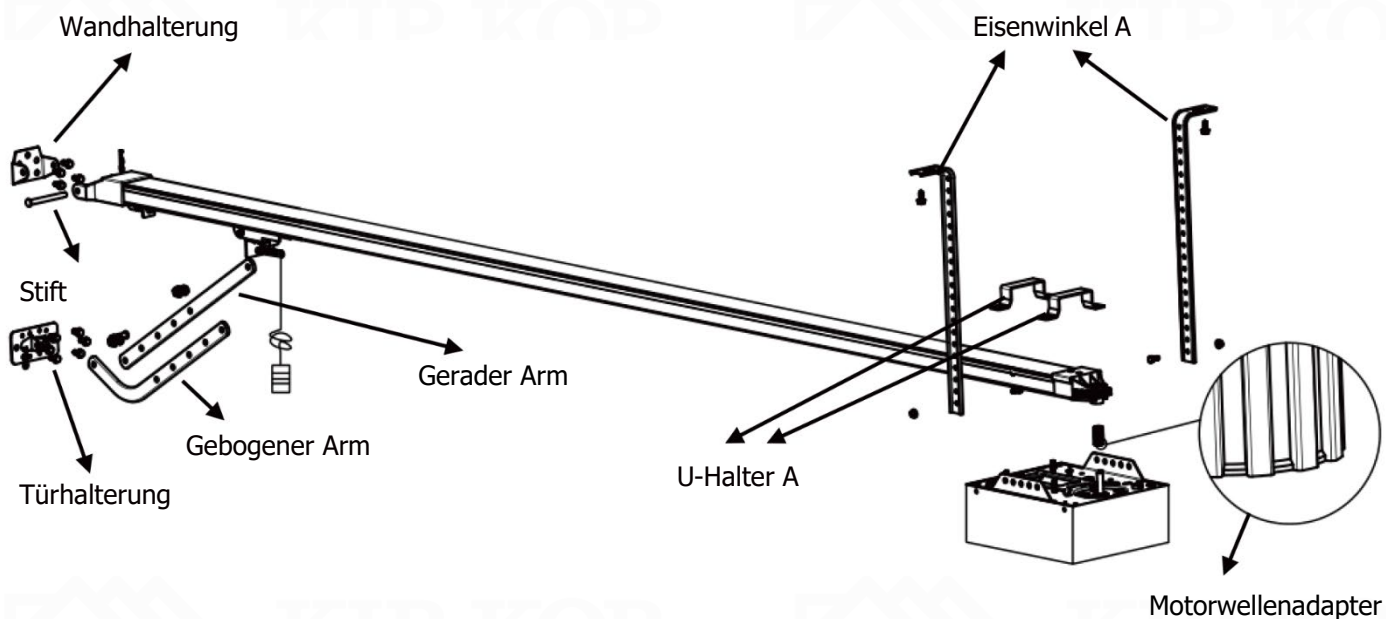

Abb. 5
- 3) Montieren Sie den Motorachsenadapter gemäß Abb. 5 auf der Motorachse.